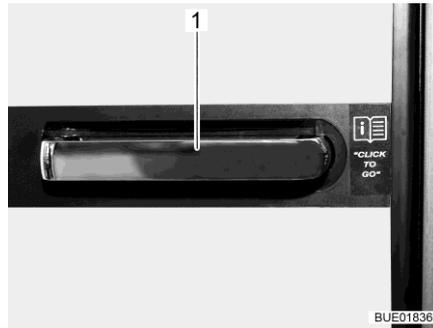

Fig. 255 Poignée de la porte du réfrigérateur
**Dometic Série 9** Le réfrigérateur s'ouvre et se ferme avec la poignée (Fig. 255,1) de la porte.